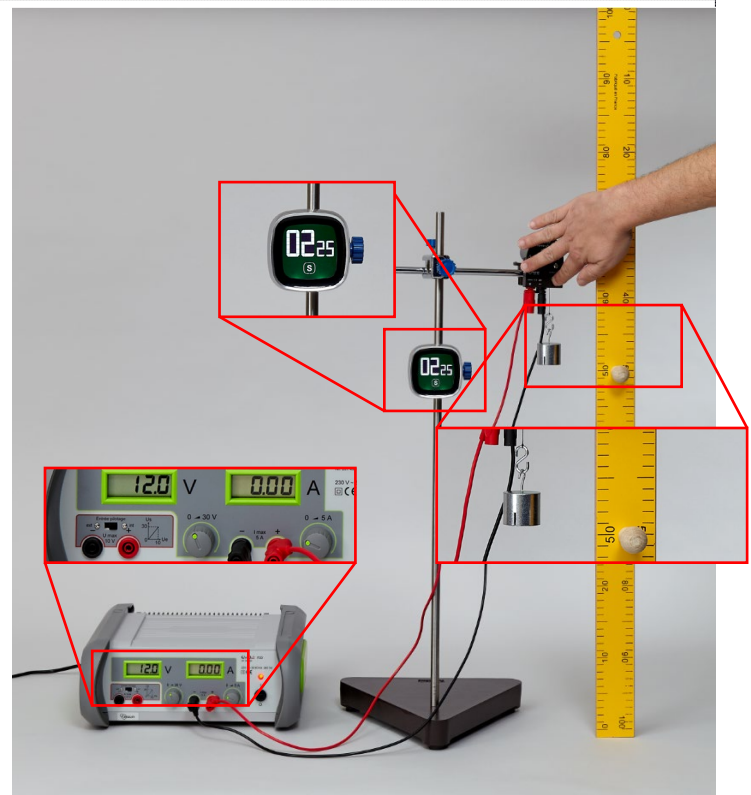

Fig. 2
- ▶ Chronométrer la durée t nécessaire pour faire remonter la masse d'une hauteur de $h = 45$ cm (fig. 2).